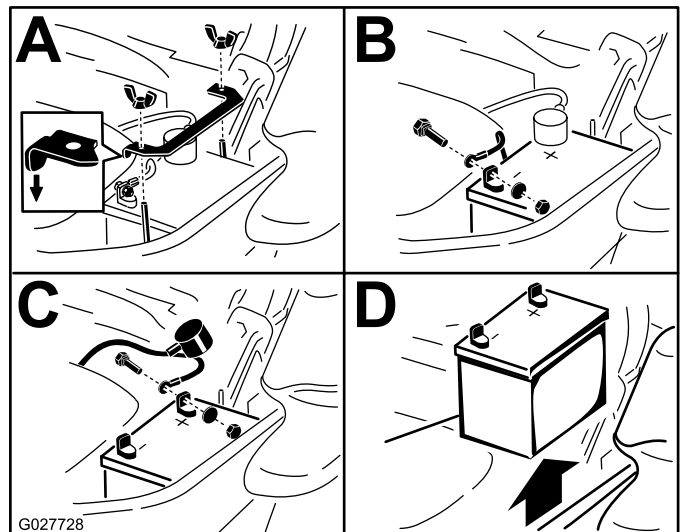

Figura 72
3. Retire la batería, según se muestra en Figura 72.
**Nota:** Coloque la batería en la bandeja, con los bornes frente al depósito de aceite hidráulico (**Figura 72**).